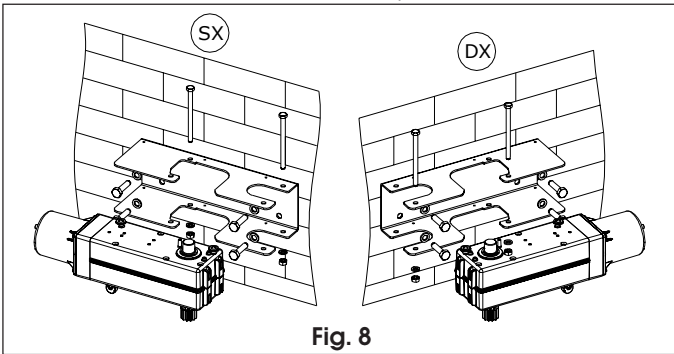

Fig. 8
- Fissare, verificando la perfetta orizzontalità, la piastra base al pilastro utilizzando viti Ø10 e adeguati tasselli (fig. 8).
- Inserire il gruppo motoriduttore nella piastra base e fissarlo con le due viti e relativi dadi e rondelle elastiche (fig. 8).
- Secure the base-plate to the pilaster, using Ø10 screws and suitable expansion plugs (Fig. 8), and check it is perfectly horizontal.
- Fit the gearmotor unit on the base-plate and secure it with the two screws, nuts and flexible washers (Fig.8).